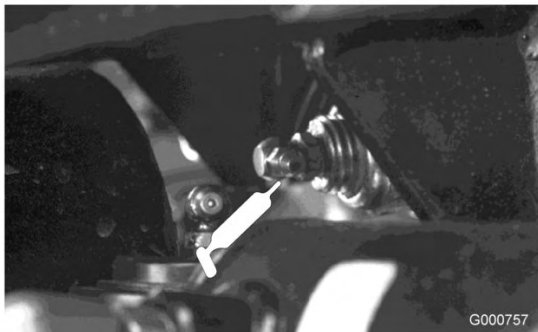

Figura 49
- Perno del ponte posteriore (Figura 49)